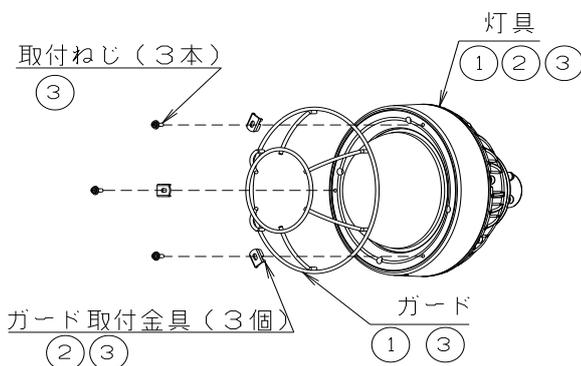

図8
■オプション品1: ガード(図8:LZLA110141の例です)